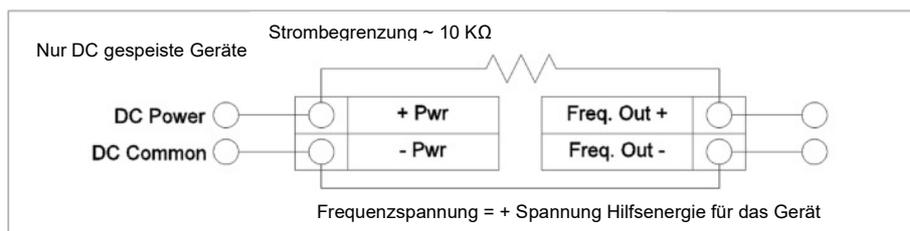

Bild 39 Nicht galvanisch getrennter Frequenz-Ausgang (interne Hilfsenergie)
2. Verwendung der Hilfsenergie für den Durchflussmesser (nur bei DC Stromversorgung möglich (Bild 39))